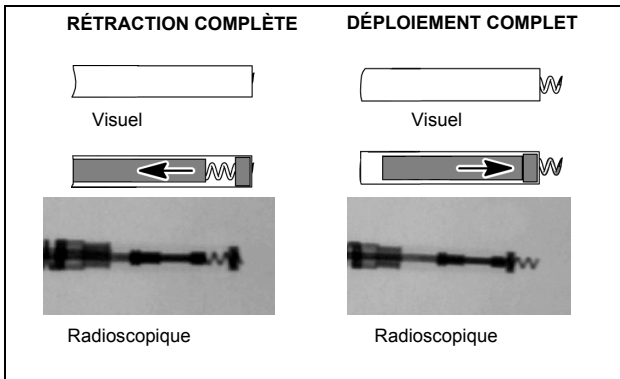

Figure 14. Vues possibles de l'électrode active à vis.
2. Appuyer vers l'avant sur le corps de la sonde pour positionner l'électrode distale contre le site de fixation souhaité et tourner l'outil de fixation *dans le sens des aiguilles d'une montre* pour attacher la vis de l'électrode distale dans la paroi du cœur. Observer les marqueurs radio-opaques sous radioscopie pour vérifier l'extension complète de la fixation active à vis. Le déploiement est total lorsque les marqueurs radio-opaques se rejoignent et que la vis de fixation est déployée au-delà des marqueurs radioscopiques distaux (Figure 14). Pour le nombre de tours à prévoir pour l'extension ou la rétraction de la fixation active à vis, se reporter à la section Spécifications à la Page 31.